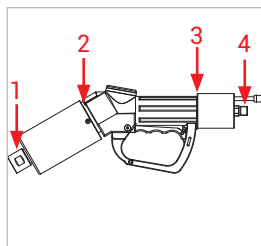

Figure 23
- ▶ Vérifiez les points de mesure suivants (Figure 23) :
- le réceptacle de service WEH® (1)
- le manchon de protection anti-choc et la poignée (2)
- le raccord tournant et la poignée (3)
- le raccord (4)